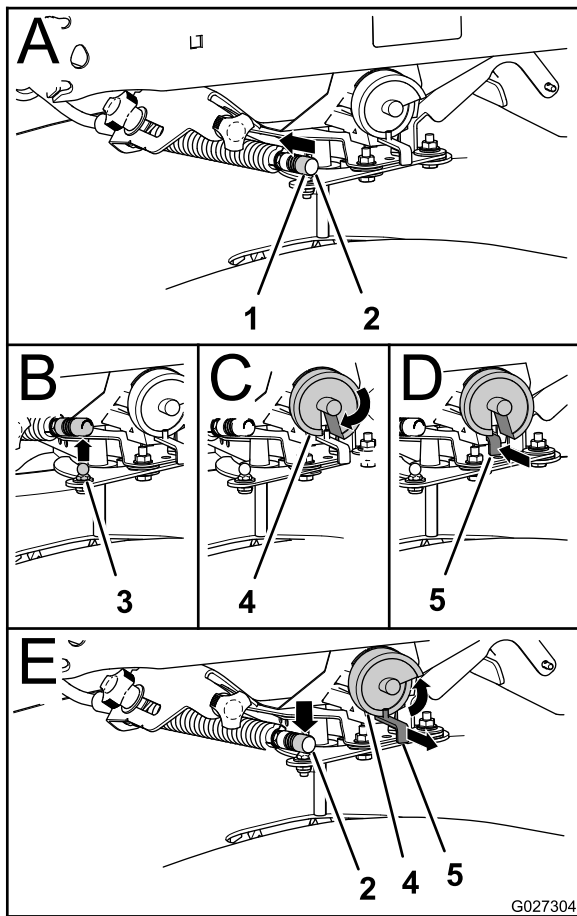

図 35
1. ゲートケーブルのロックングスリーブを後方に押して、撒布量ゲートのリンケージからケーブルを上方に外す (図 35)。
2. ボールスタッドからケーブルを抜きとる 図 35。
3. 設定カムを 9 を超えた位置まで回して、カムのスロットをリンケージに合わせる 図 35。
4. リンケージを後方一杯まで押す 図 35。
1. 撒布量設定カムをクリアするところまでリンケージを引き出す 図 35。
3. ゲートレバーのボールスタッドにケーブルを取り付ける 図 35。